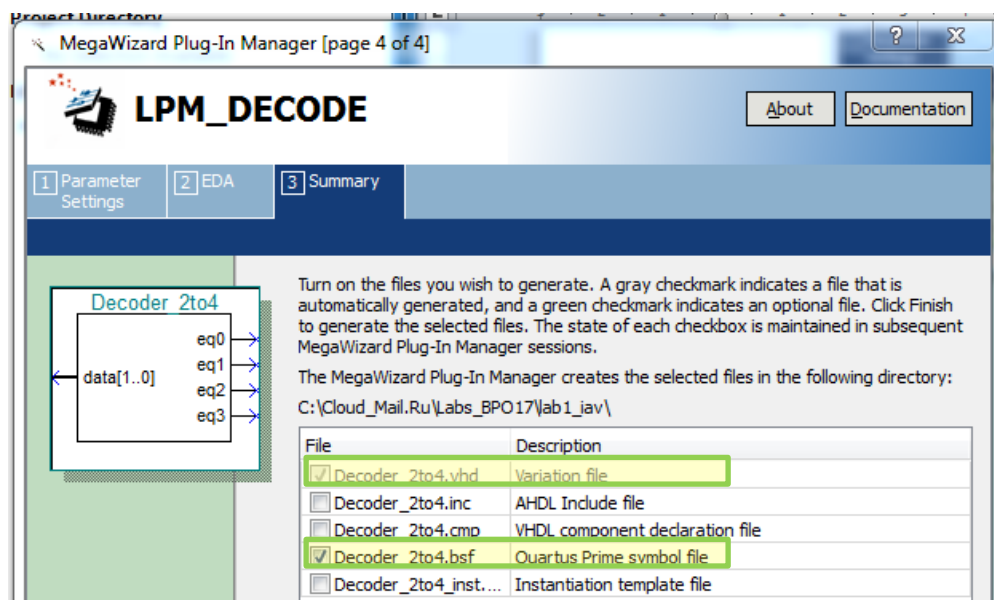

Рис. 23 Окно настройки экземпляра выбранного компонента (page 5)
- 4.14. В появившемся окне “MegaWizared Plug-In Manager [page 4 of 4]” выберите создаваемые файлы (рис. 23). Далее «Finish». Экземпляр счетчика **Decoder_2to4** создан.